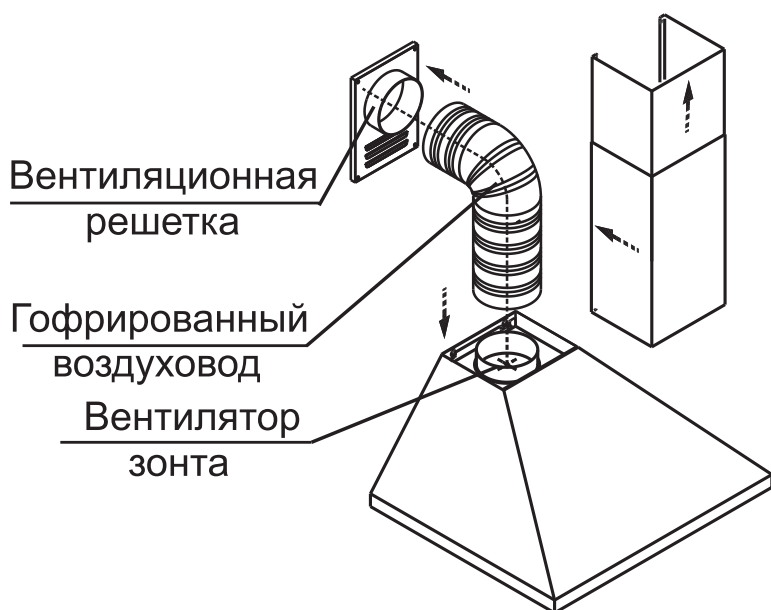
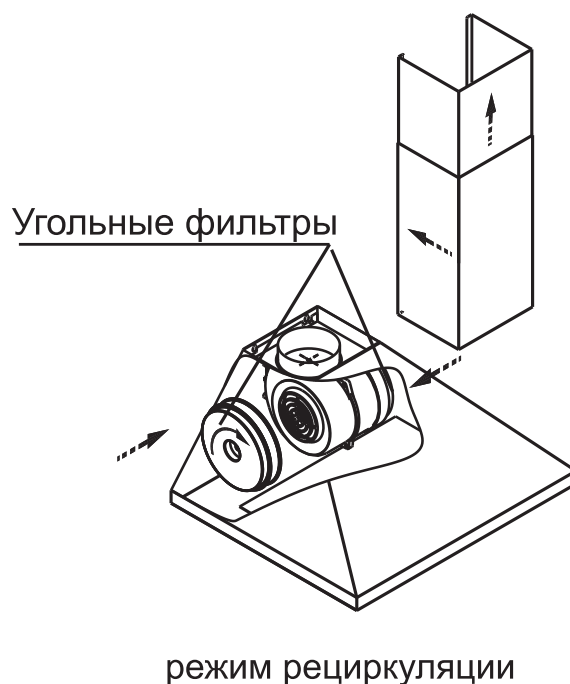
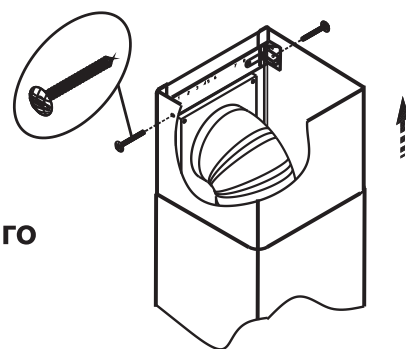

РИС.8
РИС. 9
РИС. 10
6.3. В зависимости от режима эксплуатации зонта соедините вентилятор с вентиляционной решеткой полужестким гофрированным воздуховодом (рис. 8) или установите на вентилятор **угольные фильтры*** (рис. 9).
6.4. Установите фальштрубы (рис. 8, 9). Выдвиньте верхнюю фальштрубу, оденьте ее на кронштейн (рис. 10) и закрепите самонарезающими винтами.
- будьте осторожны при установке фальштруб (рис. 8), не повредите поверхности из нержавеющей стали. Их легко поцарапать.